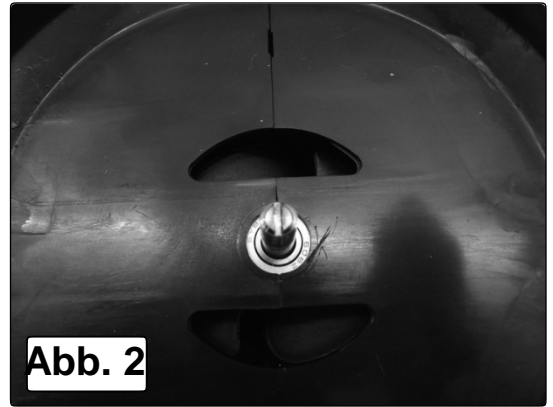

Abb. 2
5.4.5. Lösen Sie die Motorwelle mit einem Schlitzschraubendreher. Sie verfügt über ein Gegengewinde, deshalb drehen Sie sie im Uhrzeigersinn, um sie zu lösen, und gegen den Uhrzeigersinn, um sie wieder festzuziehen; siehe Abb. 2. Setzen Sie in umgekehrter Reihenfolge eine neue Scheibe ein.